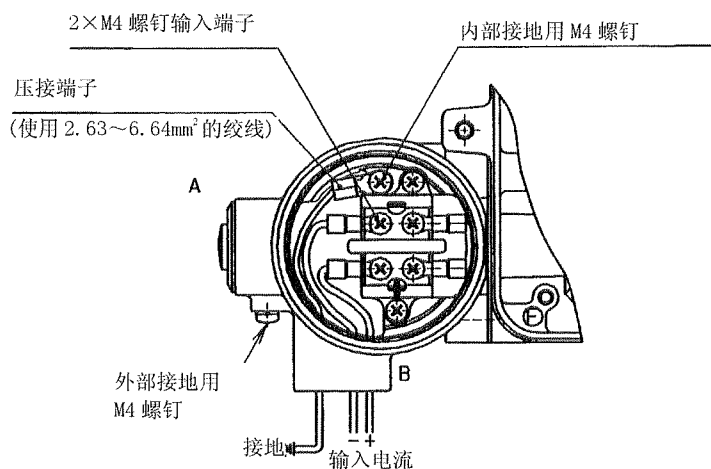

图 14 定位器带防爆端子盒
- (1) 把信号源的 (+)、(-) 输出端，接到定位器的 (+)、(-) 输入端子上。导线接入部是 G1/2 深 16.5mm 的管用平行内螺纹。
- (2) 接入部有两处，即图14中的A部，B部(图中使用了B部)，请根据实际方便使用。